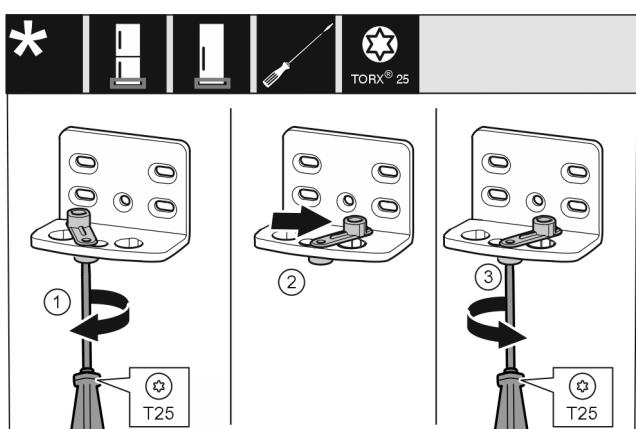

Fig. 14
- ▶ Vijake rahlo privijte z izvijačem T25. Fig. 14 (1)
- ▶ Pripomoček za zapiranje vrat dvignite in v izvrtni zavrtite za 90° v desno. Fig. 14 (2)
- ▶ Trdno privijte vijak z izvijačem T25. Fig. 14 (3)